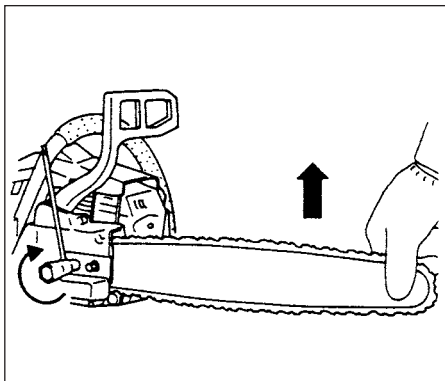

Fig.1-4
KORREKT SPÆNDING ER SÆRDELES VIGTIGT! (Fig.1-4, 5)
6. Løft sværdenden og spænd kædesværdets fastspændingsmøtrikker sikkert med skruenøglen. (Fig. 1-4)